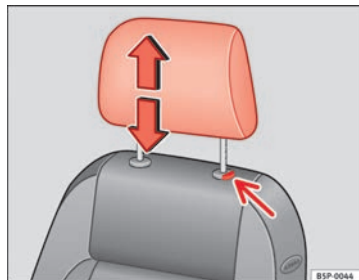

Fig. 71 Réglage ou dépose de l'appuie-tête
- Appuyez sur le bouton → fig. 71 (flèche).